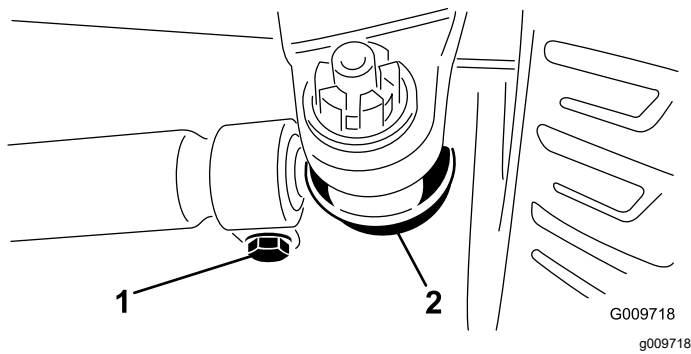

**Figure 108**
2. Mesurez l'entraxe (à hauteur d'essieu) à l'avant et à l'arrière des roues directrices (Figure 108).